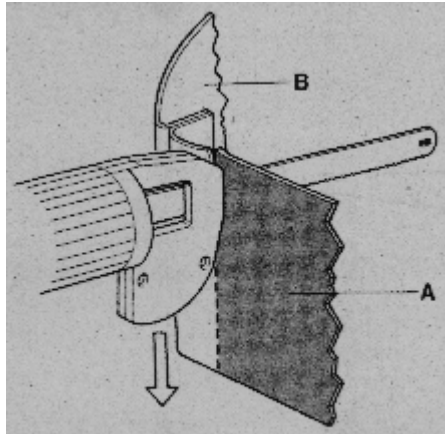

figura 3
1.4.- Por pegamento flexible.- Para hermeticidad al agua, lo encontramos en las aletas traseras de pequeños polivalentes y en las delanteras del Peugeot 205 (¡ojo!), como se ve en la figura 3:
3.- Corte con sierra de vaivén neumática.- Se utiliza para cortar piezas en sustituciones parciales y también en el corte de piezas dañadas que están unidas en pestaña interior, para después poder aplicar la fresadora neumática a la pestaña. En la figura 3 está el dibujo de la operación: